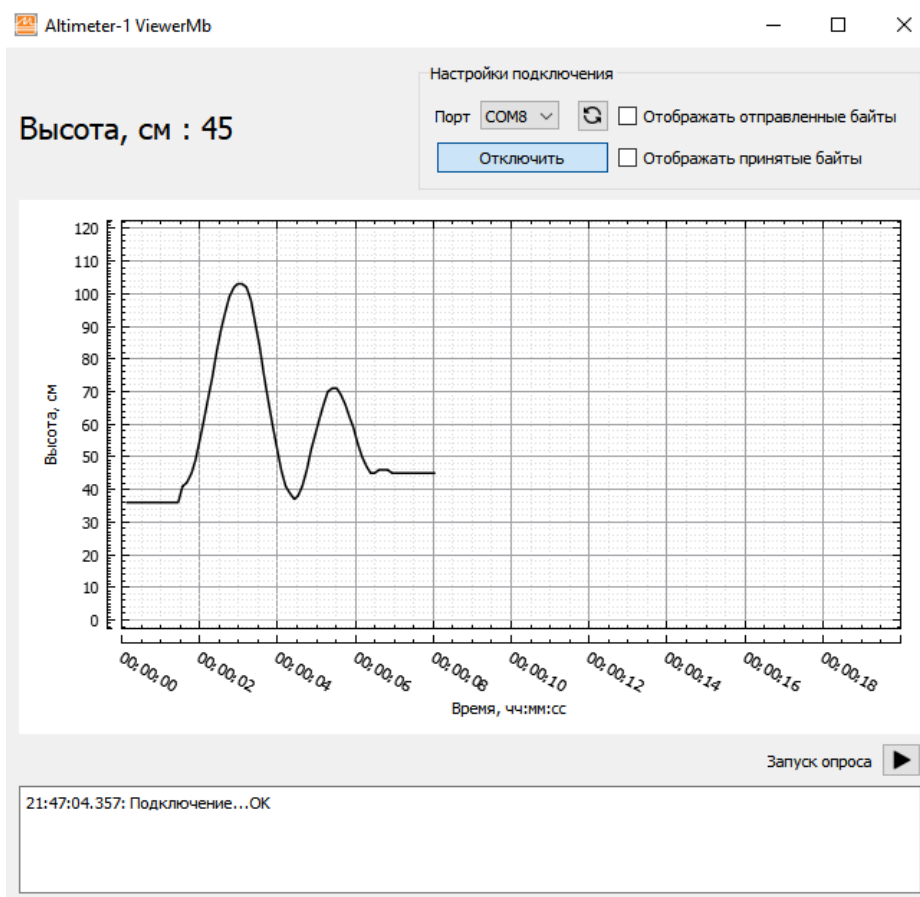

Рисунок 2.4 – Внешний вид окна программы Altimeter-1 Viewer Mb
2.5.6.1 Запустите программу Altimeter-1 Viewer Mb (рисунок 2.4).